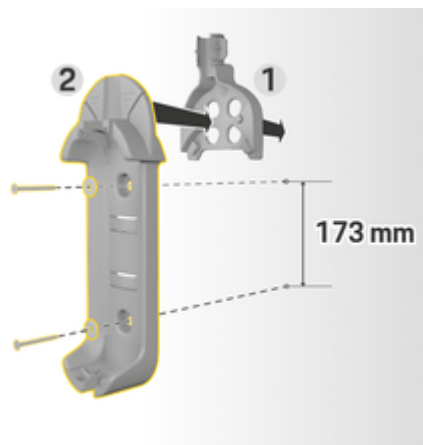

Fig. 26 Cotes de perçage
3. Pressez l'installation murale de base 2 (Fig. 26) dans le guide-câble 1 (Fig. 26) depuis l'avant.